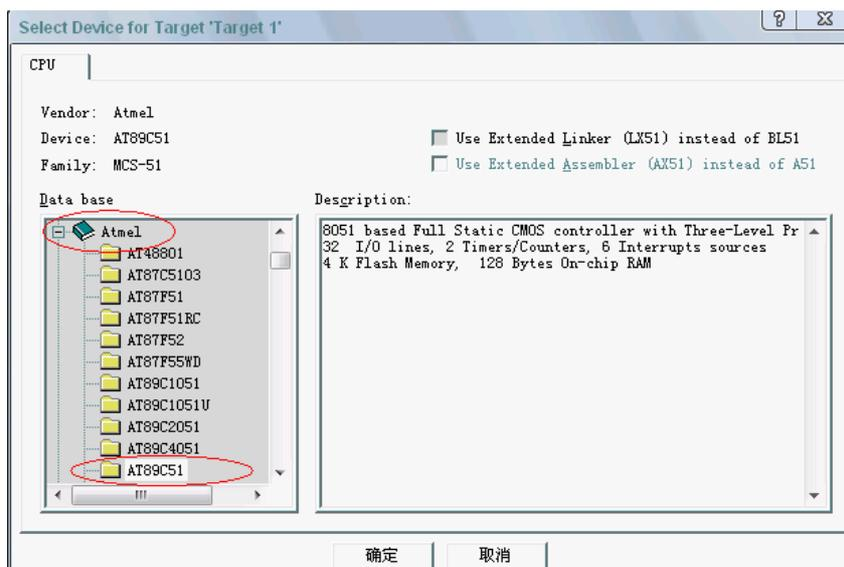

图 2 目标 MCU 的选择
- 4、如图 2，在出现的窗口中选择相应公司的产品，我们选 ATMEL 的 AT89C51，点确定，再点是；